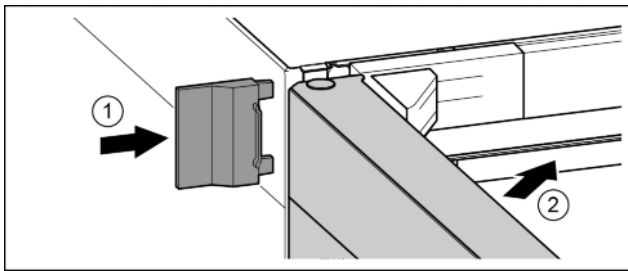

Fig. 25
- ▶ Äußere Abdeckung aufschieben. Fig. 25 (1)
- ▶ Obere Tür schließen. Fig. 25 (2)